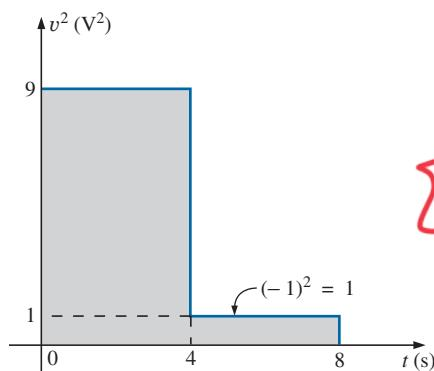

FIG. 13.63
**Solution:**  $v^2$  (Fig. 13.63):